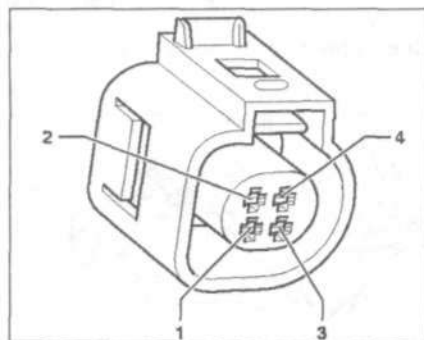

Рис. 7.55. Проверьте провод между тестером и разъемом на разрыв цепи.
- проверьте провод между тестером и разъемом на разрыв цепи: контакт 1 и гнездо 70, контакт 3 и гнездо 54 (рис. 7.55). Заданное значение: 1.5 Ом;